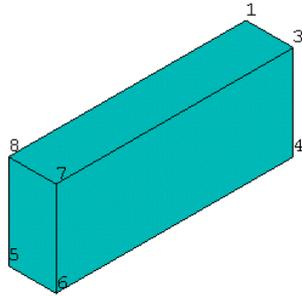

图5.7 矩形梁
下面以图 5.7 所示的矩形梁为例，介绍位移约束的常用操作。
(1) 启动 ANSYS，单击 Main Menu>Preprocessor>Modeling>Create>Volumes>Block>By 2 Corners & Z 菜单，在弹出的对话框中输入【Width】为【10】，【Height】为【20】，【Depth】为【50】，单击【OK】按钮得到如图 5.7 所示的实体模型。
(2) 单击 Main Menu>Preprocessor>Element Type>Add/Edit/Delete 菜单，按第四章介绍的方法定义单元类型为 SOLID65。
(3) 单击工具栏上的 **SAVE_DB** 按钮保存当前模型，本章以后还要用到此模型。本模型的数据库文件在光盘的“/ch05/ex1/”目录下。
以图 5.7 所示的矩形梁为例，在关键点 7 和 8 上施加竖向的集中荷载的步骤如下：
以图 5.7 所示的矩形梁为例，操作如下：